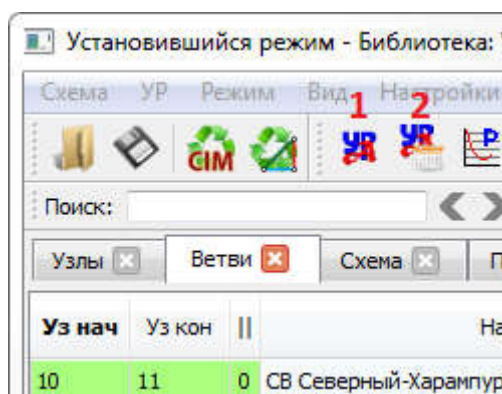

Рис. 4.6.1 Кнопки запуска расчета УР
Для выполнения расчета установившегося режима служат кнопки «Расчет УР» (1) и «Расчет УР в пакетном режиме» (2) (рис. 4.6.1).